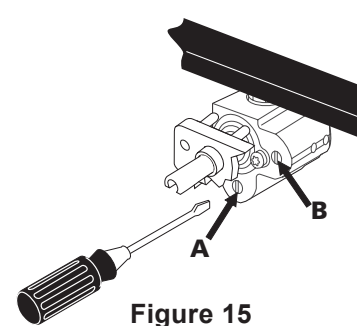

Figure 15
- La dimension de la flamme de la portion arrière du brûleur pont peut être augmenter ou diminuer en tournant la vis A. Utilisez la vis B pour régler la dimension de la flamme de la portion centrale du brûleur pont. (Figure 15). Tournez la vis dans le sens anti-horaire pour augmenter la dimension de la flamme et dans le sens horaire pour la diminuer. Ajustez la dimension flamme jusqu'à ce que vous puissiez tourner rapidement le bouton de LITE à la plus basse position (LOW) sans éteindre la flamme. Celle-ci devrait être aussi minuscule que possible sans s'éteindre.